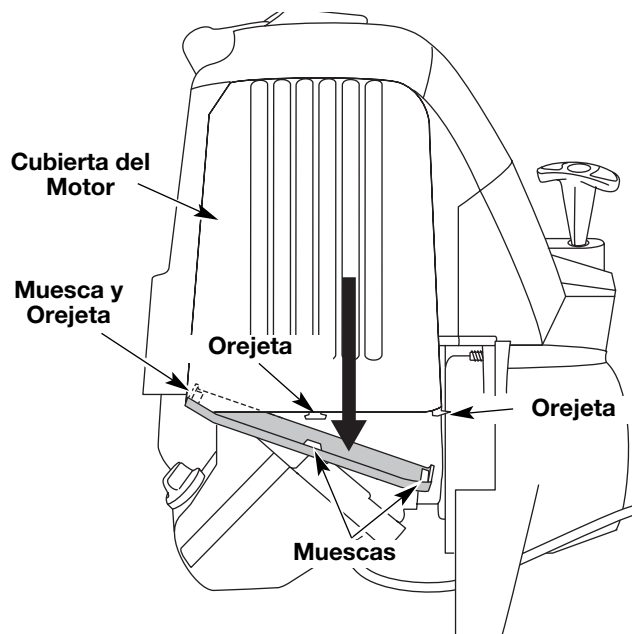

Figure 36
1. Retire la cubierta del silenciador presionando la esquina con un destornillador de vástago plano (Fig. 36). Deslice las muescas a los lados de la cubierta del silenciador sobre las orejetas de la cubierta del motor y retire.
13. Vuelva a colocar la cubierta del silenciador. Deslice las muescas a los lados de la cubierta del silenciador sobre las orejetas de la cubierta del motor y enganche en su lugar (Fig. 36).